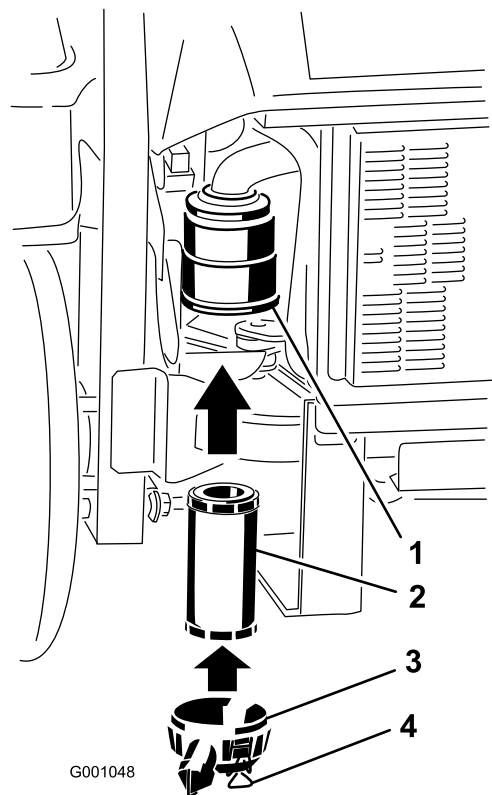

Figura 44
- Inserite con cautela il filtro nel relativo corpo (Figura 44). Premete sul bordo esterno del filtro mentre lo inserite, per accertarvi che venga inserito a fondo.
- Montate il coperchio del filtro dell'aria ed i dispositivi di fermo (Figura 44).